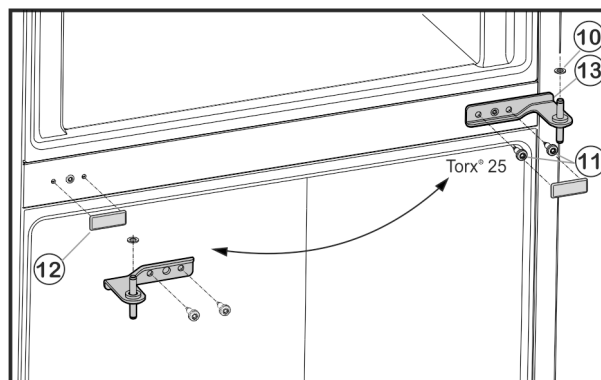

Fig. 6
- Svitare le viti di fissaggio Fig. 6 (11) (2 viti Torx® 25) e sfilare il cuscinetto di supporto centrale dalla porta inferiore.
- Rimuovere la rondella in plastica Fig. 6 (10).
- Estrarre con cautela la copertura Fig. 6 (12).
- Riapplicare la copertura Fig. 6 (12) sul lato opposto.
- Inserire il cuscinetto di supporto centrale Fig. 6 (13) ruotato di 180° nella porta inferiore e avvitare usando le viti di fissaggio Fig. 6 (11) (2 viti Torx® 25) sul nuovo lato della cerniera (**applicando 4 Nm**).
- Applicare nuovamente la rondella in plastica Fig. 6 (10).
- Posizionare la porta superiore sul cuscinetto di supporto centrale Fig. 6 (13).